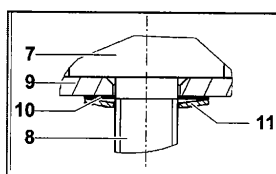

Fig. 5: Tellerfeder ausrichten
1. Pumpe zur Seite drehen; dies verhindert, dass beim Entfernen der Strukturmembrane die Passscheiben (10) und die Tellerfeder (11) in den Pumpenraum fallen.
2. Strukturmembran (7) durch Drehen des Lüfterrads in den oberen Umkehrpunkt bewegen.
3. Strukturmembran (7) an gegenüberliegenden Seitenrändern anheben, fassen und gegen den Uhrzeigersinn herausschrauben.
4. Stützkelch (9), Passscheibe(n) (10) und Tellerfeder (11) vom Gewindebolzen (8) der Strukturmembran abnehmen und aufbewahren.
6. Stützkelch (9), Passscheibe(n) (10) und Tellerfeder (11) in dieser Reihenfolge auf den Gewindebolzen (8) der neuen Strukturmembran (7) schieben (siehe Fig. 5).
- i** Der Tellerrand der Tellerfeder (11) muss zur Strukturmembran (7) gerichtet sein.